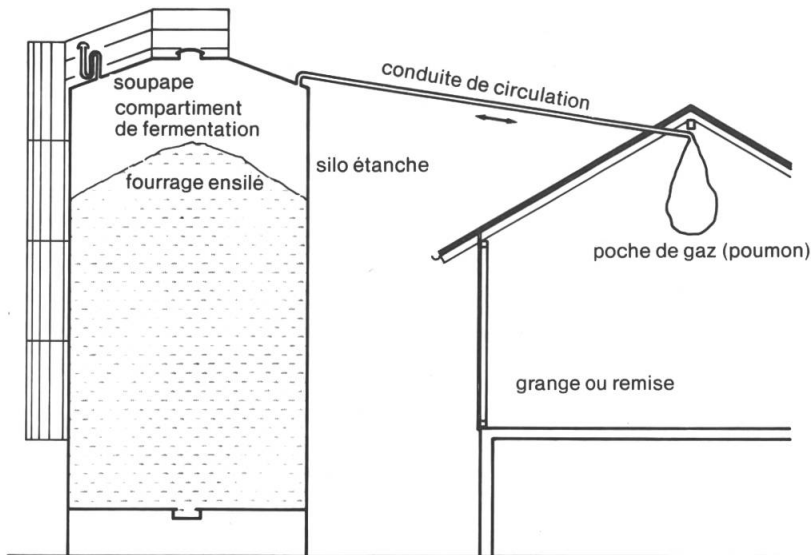

Fig. 3: Système d'échange de gaz (poumon, poche de gaz) qui convient à un silo-tour étanche. Le contenu du poumon devrait atteindre 10 à 15 % du volume du silo.
- Munissez les silos étanches d'un système d'échange de gaz (poumon). (Fig. 3).